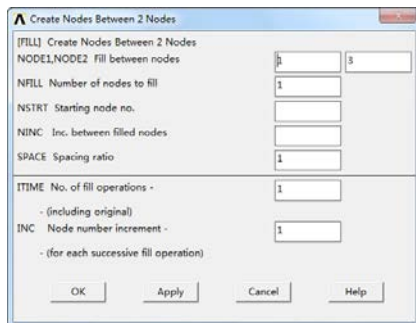

图 8-12 “Create Nodes Between 2 Nodes”对话框
⑨创建第三个节点：Main Menu > Preprocessor > Modeling > Create > Nodes > Fill between Nds，弹出一个拾取框，在图形上拾取编号为 1 和 3 的节点，单击“OK”按钮，又弹出如图 8-12 所示的“Create Nodes Between 2 Nodes”对话框，单击“OK”按钮。生成的结果如图 8-13 所示。